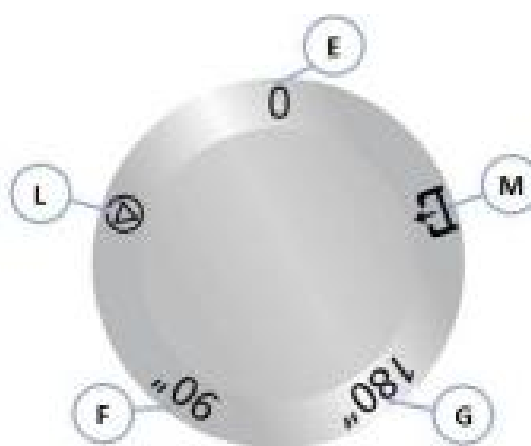

Fig. 2.
3. Rotiti butonul de selectare a programului (1) in pozitia Evacuare (Fig. 2 pozitia M), si inchideti capota.